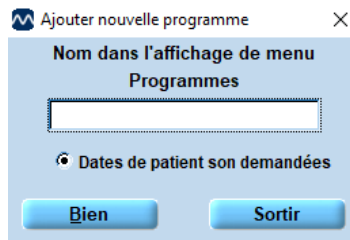

Figure 22
1. La fenêtre suivante apparaîtra (Figure 22) :